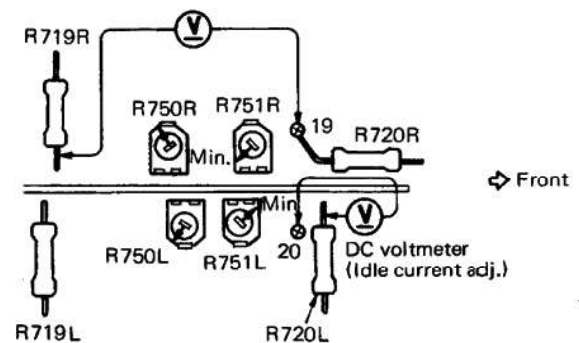

Fig. 7 Abb. 7
- ① Adjust R751L(R) so that the voltage is 7.7mV.
- ② Next, adjust R750L(R) so that the voltage is minimum (7.7mV \pm 2mV). When this is impossible, repeat items ① and ②. (Fig. 7)
- ① R751L(R) auf eine Spannung von 7,7mV abgleichen.
- ② Danach R750L(R) so einstellen, daß die Spannung ein Minimum (7,7mV ± 2mV) beträgt.
Ist dies nicht möglich, die Punkte ① und ② Wiederholen. (Abb. 7)
- ① Ajuster R751L(R) pour que la tension obtenue soit de 7,7mV.
- ② Ensuite, ajuster R750L(R) pour que la tension obtenue soit minimale (7,7mV \pm 2mV).
Quand il est possible de le faire, refaire les réglages ① et ②. (Fig. 7)